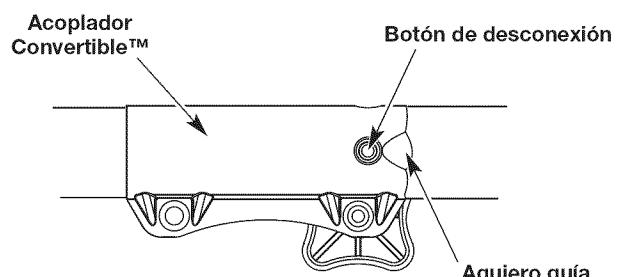

Fig. 5
- NOTA:** Alinear el botón de desconexión con el agujero guía facilitará la instalación (Fig. 5).
2. Oprima y sostenga el botón de desconexión (Fig. 5).